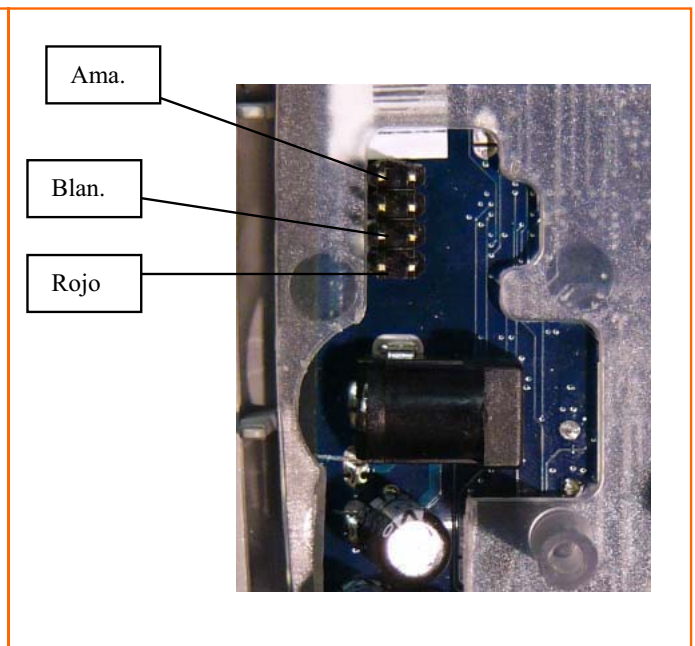

FIGURA 7b
- INSTALACIÓN DE μ AFIS CONECTADO A UN ORDENADOR, RS485 (FIGURA 7b)